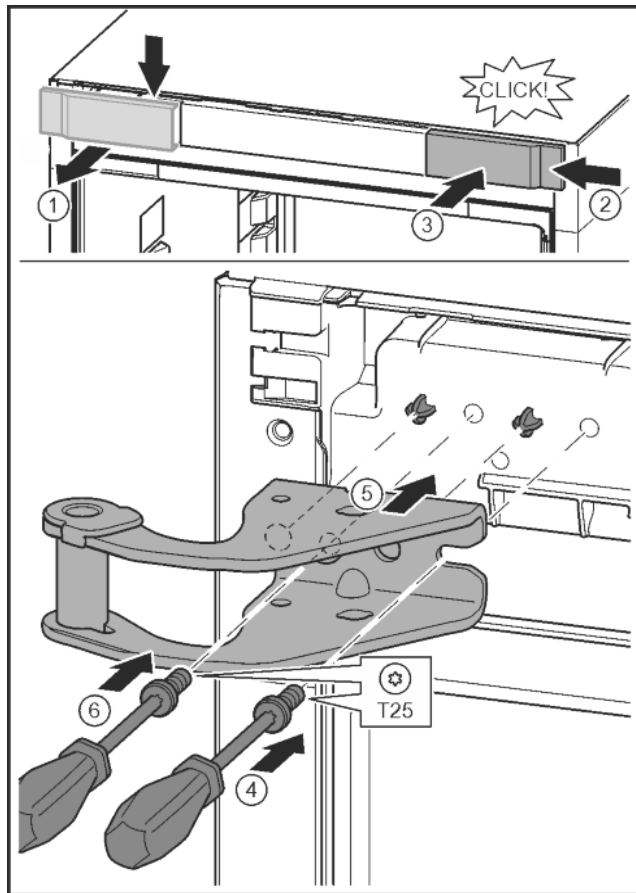

Fig. 11
- ▶ Uvoľnite kryt a odoberte ho z boku. Fig. 11 (1)
- ▶ Kryt zaveste na druhú stranu sprava otočený o 180°. Fig. 11 (2)
- ▶ Kryt zaklapnite. Fig. 11 (3)
- ▶ Skrutkovačom T25 nasad'ite skrutku. Fig. 11 (4)
- ▶ Nasad'ite hornú ložiskovú konzolu. Fig. 11 (5)
- ▶ Skrutku pevne zaskrutkujte. Fig. 11 (4)
- ▶ Skrutku nasad'ite a pevne zaskrutkujte skrutkovačom T25. Fig. 11 (6)